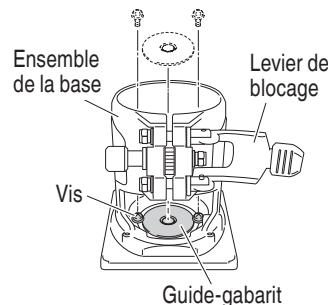

Fig. 15
- (1) Retirez l'ensemble de base de l'unité principale.
- (2) Installez le guide du gabarit dans la partie encastrée de l'ensemble de base et fixez-le à l'aide de deux vis. (Fig. 15)